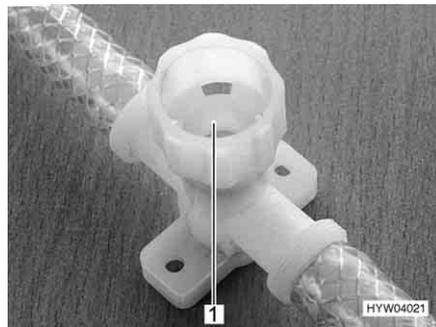

Fig. 125 Llave de desagüe para calentador Therme
- Cerrar todas las llaves de desagüe. Para ello, girar los capuchones (Fig. 125,1) en sentido de las agujas del reloj.
- Abrir todas las llaves de desagüe del calentador Therme. Para ello, girar los capuchones (Fig. 125,1) en sentido contrario a las agujas del reloj.